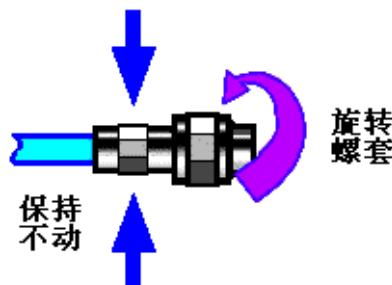

图 3-5 连接方法
- 步骤 2.** 如图 3-5，将两个连接器平直地移到一起，使它们能平滑接合，旋转连接器的螺套（注意不是旋转连接器本身）直至拧紧，连接过程中连接器间不能有相对